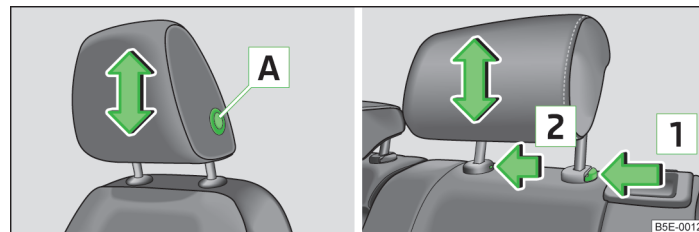

Fig. 49 Tetiera: față/spate
- Prindeți **tetiera față** lateral, cu ambele mâini, apăsați tasta de siguranță **A** » fig. 49 și mențineți-o apăsată și deplasați tetiera.
- Prindeți **tetiera spate** lateral, cu ambele mâini, și împingeți-o în **sus** » fig. 49.
- Apăsați tasta de siguranță în sensul săgeții **1** » fig. 49, în același timp apăsați cu o șurubelniță plată cu lățimea de max. 5 mm tasta de siguranță în orificiul **2** și trageți tetiera afară.